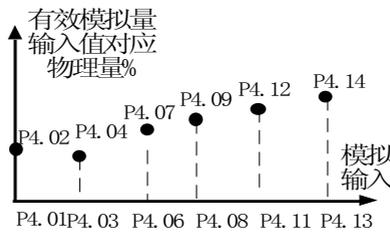

图 5-4-2 模拟输入非线性曲线
- ◆ 当P4.00设置为1、2或3时，P4.01~P4.04，P4.06~P4.09，P4.11~P4.14用法与上述说明1不同。用户可以通过设定这些值，自己定义非线性曲线。可设定运行曲线的六个点。如图5-4-2所示，P4.01、P4.03、P4.06、P4.08、P4.11、P4.13的值应顺序增加。